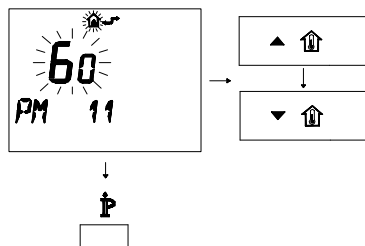

Figura 5.40
- Per modificare il SET programmato agire sui pulsanti ▲🏠 o ▼🏠 e aspettare che il numero programmato cominci a lampeggiare (Figura 5.40). Ogni passo incrementato o decrementato corrisponde a 1 secondi.